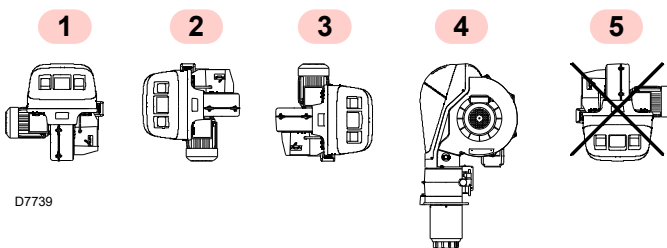

Fig. 9
- Le brûleur n'est prévu que pour fonctionner dans les positions 1, 2, 3 et 4 (Fig. 9).